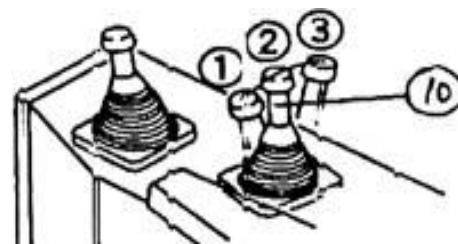

Рис. 2-15
2.2.1.10 Рычаг управления рыхлителем (10) (Рис. 2-15)